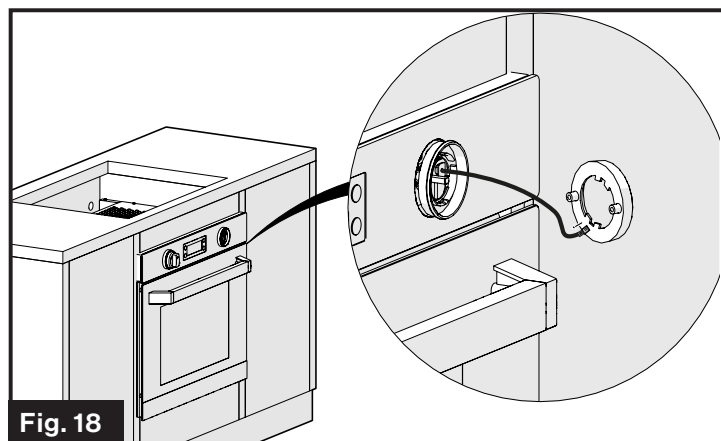

Fig. 18
4. Retirez le module LED, puis débranchez le câble du socle du module LED. (Fig. 18)